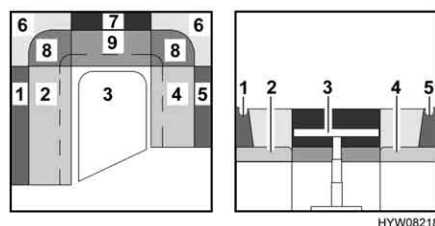

Fig. 66 Prima della trasformazione
- Rimuovere i cuscini dello schienale (Fig. 66,6 e 7) e collocarli sotto il tavolo.
- Trasformare il tavolo (Fig. 66,3) in struttura di supporto letto (vedi paragrafo 6.9).